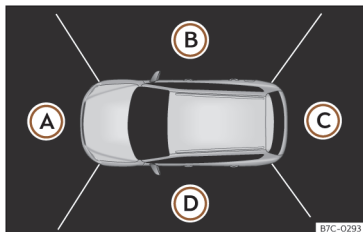

Fig. 183 Visualización del sistema de visión periférica: perspectiva aérea.
Botones de función **fig. 183**:
Combinando las imágenes de todas las cámaras se genera la perspectiva aérea **fig. 183**. La perspectiva aérea se puede seleccionar pulsando sobre el *vehículo* dentro de la zona.
Pulsando sobre las distintas áreas **fig. 183** (A) a (D) de la perspectiva aérea o de la perspectiva aérea reducida, se puede seleccionar la vista correspondiente.
En la pantalla del sistema de infotainment se muestra la perspectiva aérea >>> **fig. 183**. Si se pulsa la tecla  circulando a más de 15 km/h (9 mph), no se mostrará la imagen.